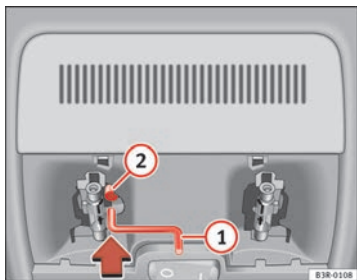

Abb. 83 Ausschnitt aus Dachhimmel: Kurbel für Notbetätigung
- Drücken Sie die Kurbel (1) bis zum Anschlag in das Sechskantloch (2) ⇒ Abb. 83.